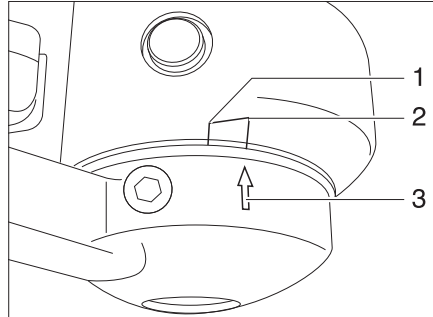

Fig. 161 Control de desgaste de forros de fricción
- Cuando la flecha de la arandela de presión (Fig. 161,3) se encuentra delante o en la superficie de marcación (Fig. 161,2) los forros de fricción están todavía nuevos.
- Cuando la flecha de la arandela de presión se encuentra dentro de la superficie de marcación (Fig. 161,1 a 2), los forros de fricción están ligeramente desgastados.
- Cuando la flecha de la arandela de presión se encuentra al final de la superficie de marcación (Fig. 161,1) a la sobrepasa, los forros de fricción están desgastados.